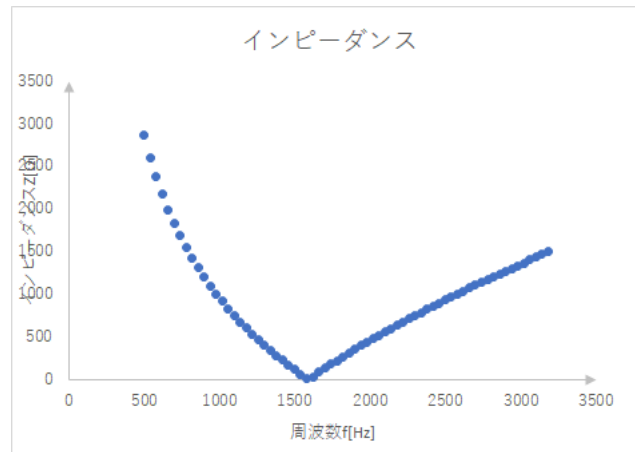
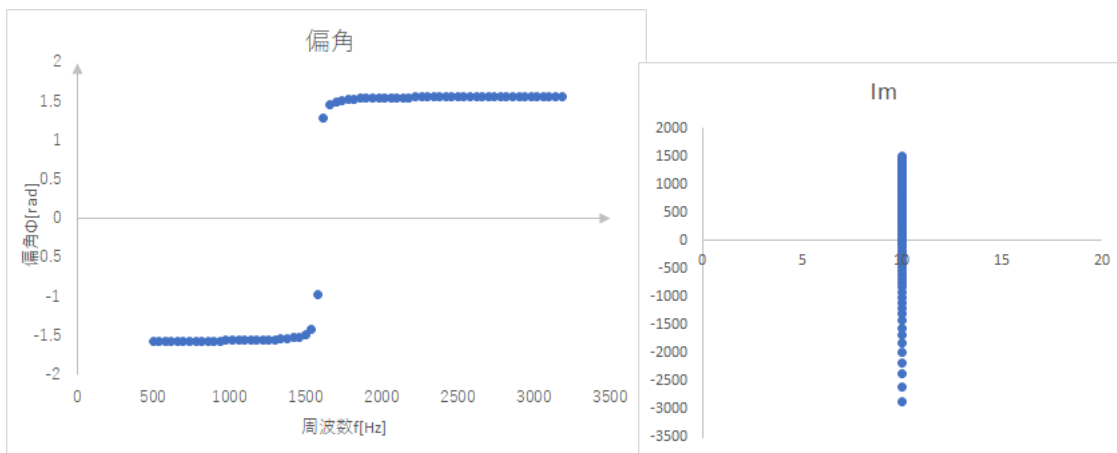
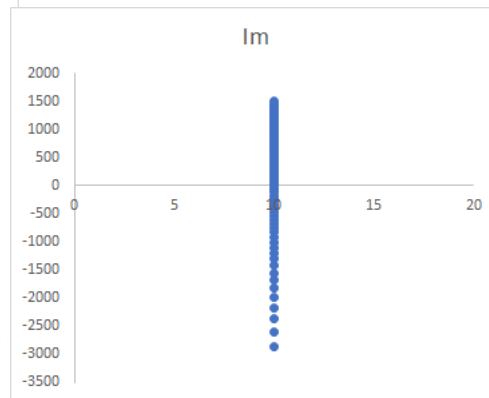

図 3: RLC 直列回路のインピーダンス
図 4: RLC 直列回路の偏角
図 5: RLC 直列回路のインピーダンスの軌跡
3.2.1で行った実験の結果を整理し、インピーダンス及び偏角を算出した。また、算出した値をグラフにしたものをそれぞれ図3と図4に示す。さらに、インピーダンスの軌跡を複素平面に描画したものを図5に示す。